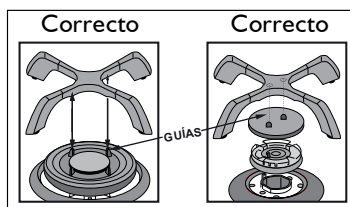

Figura 32
- Para realizar una correcta instalación de la parrilla en el producto, haga coincidir las guías del quemador o tapa quemador con los orificios de la parrilla como lo indican las flechas en la figura 32.